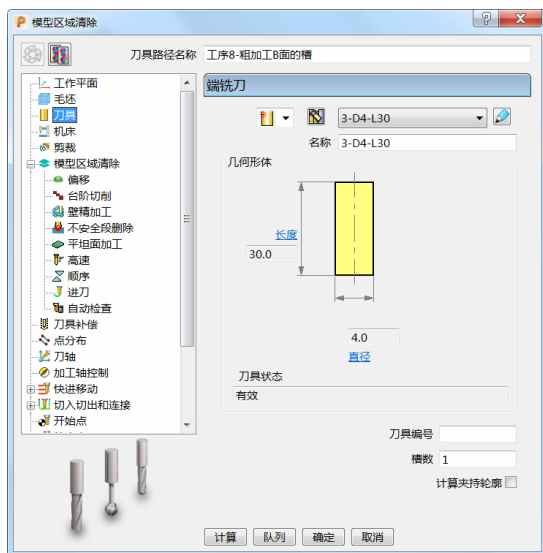

图 6-69
3) 刀具: 选择“ $\phi 4$ 立铣刀”, 伸出 30mm 即可。(图 6-69)